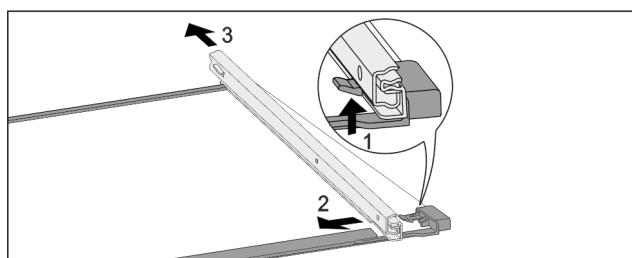

Fig. 173 Скляна пластина з рейками
- ▶ Натиснути передній гачок-фіксатор вгору. Fig. 173 (1)
- ▶ Виштовхніть війзну рейку в сторону Fig. 173 (2) та назад Fig. 173 (3).